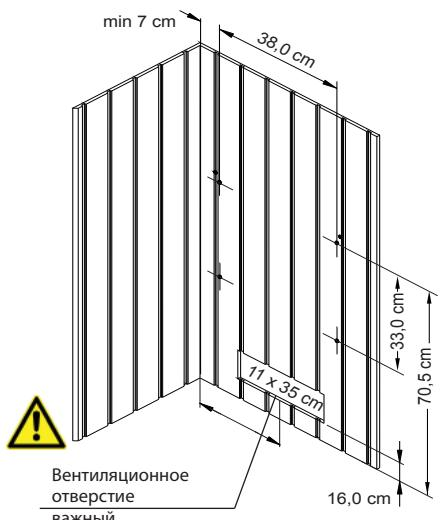

Рис. 2
1. Ввернуть 4 крепежных винта согл. рис. 2 над воздухозаборным отверстием в стене парной так, чтобы между стеной и головкой винта оставалось прибл. 3 мм.